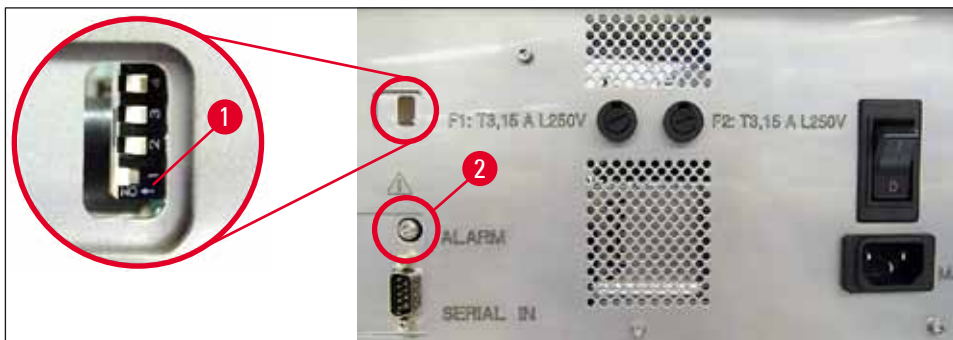

Fig. 44
- » Pour désactiver l'émetteur de signaux, basculer l'interrupteur le plus bas (→ "Fig. 44-1") à droite (→ "Fig. 44").